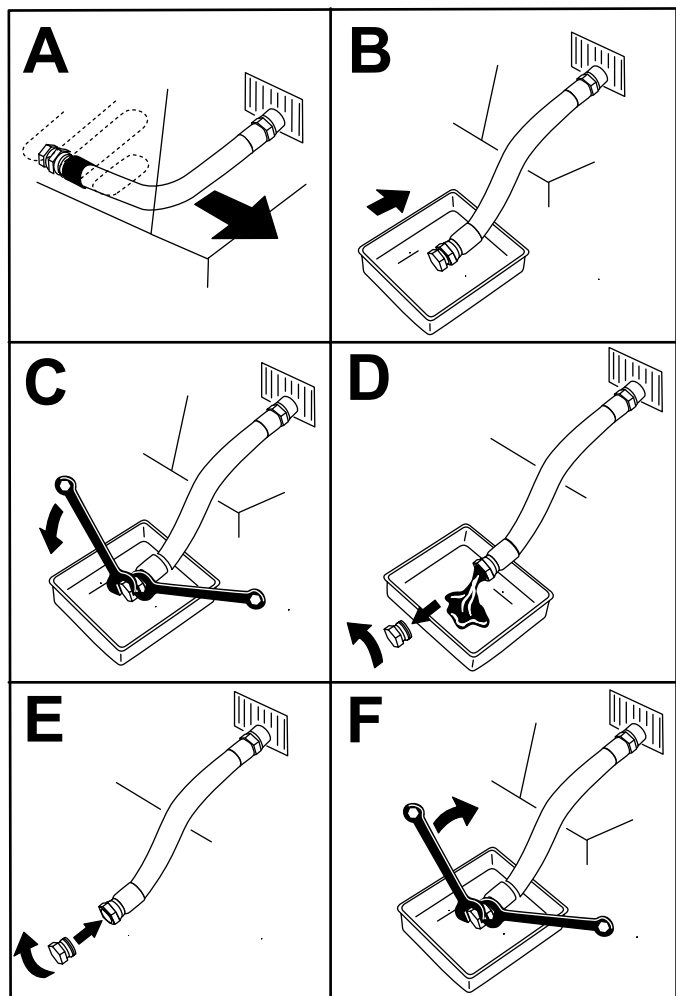

Figura 47
3. Drene el aceite del motor (Figura 47).